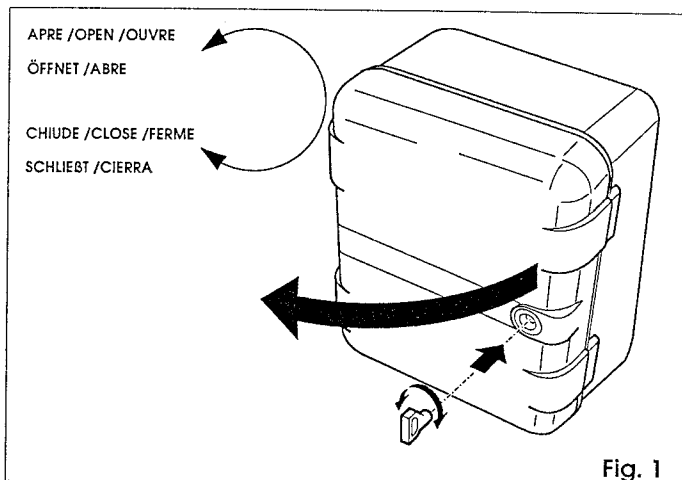

Fig. 1
- Aprire lo sportello del contenitore della centralina oleodinamica per mezzo della chiave triangolare in dotazione (vedi Fig. 1).